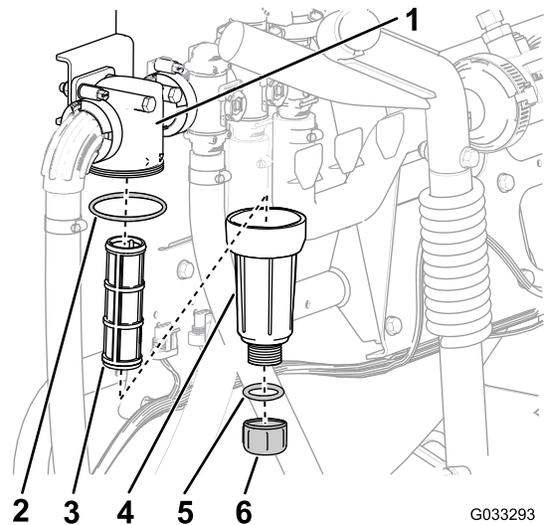

Bild 31
- Stellen Sie eine Auffangwanne unter den Druckfilter (Bild 31).
- Drehen Sie die Ablassschraube nach links und nehmen sie von der Glocke des Druckfilters ab (Bild 31).
- Drehen Sie die Glocke nach links und nehmen den Filterkopf ab (Bild 31).
- Entfernen Sie den Druckfiltereinsatz (Bild 31).
- Prüfen Sie die Dichtung für die Ablassschraube (in der Glocke) und die Dichtung für die Glocke (im Filterkopf) auf Beschädigungen und Abnutzung (Bild 31).
- Setzen Sie den Druckfiltereinsatz in den Filterkopf ein (Bild 31).
9. Befestigen Sie die Glocke am Filterkopf und ziehen sie mit der Hand an (Bild 31).
10. Befestigen Sie die Ablassschraube am Anschlussstück unten an der Glocke und ziehen sie mit der Hand an (Bild 31).